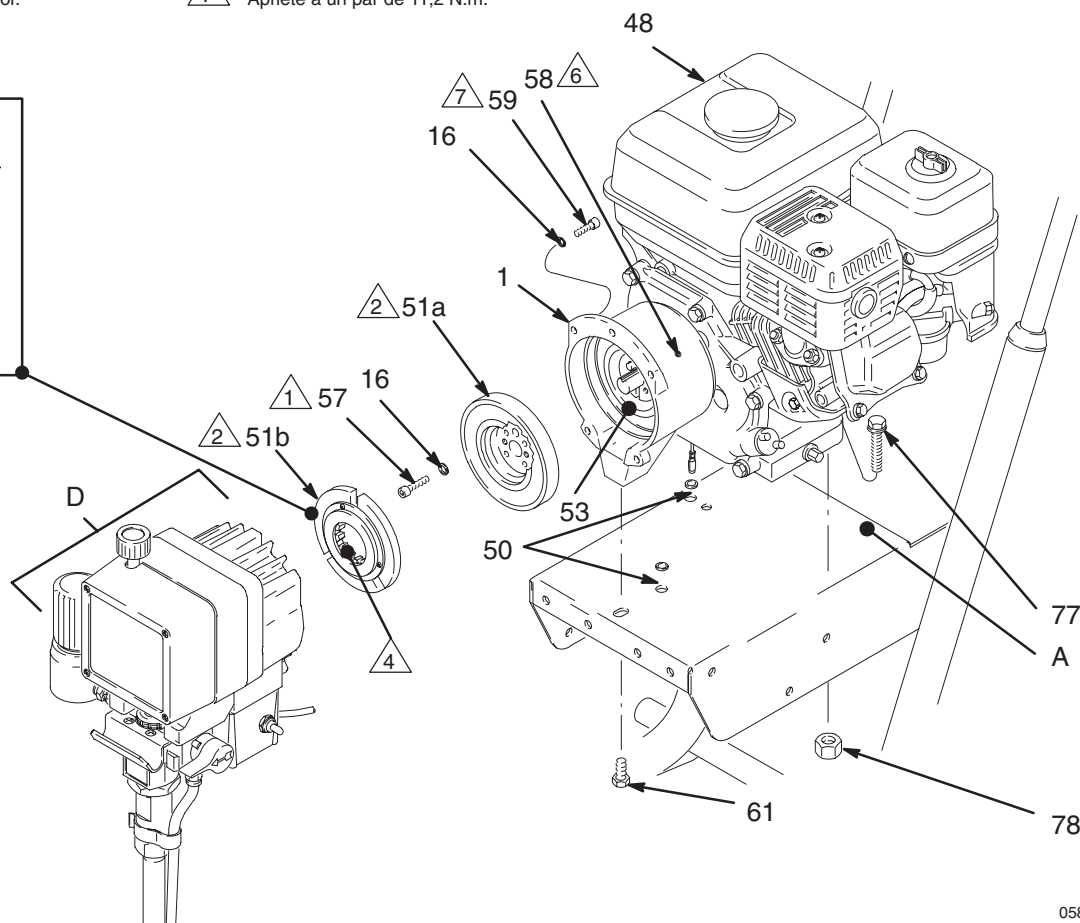

Fig. 23
6. Cerciorarse de que la superficie del **rotor (51a)** y de la abrazadera (55) están exentas de rebabas. Instale el rotor, las arandelas de retención (16) y los tornillos de cabeza (57). Apriete los tornillos a un par de 9,5 N.m. Vea la Fig. 23.
7. Después de instalar el rotor (51a) se debe ajustar la distancia entre el rotor y el inducido (53). Utilice los calzos suministrados con el kit de reparación del embrague. Introduzca los calzos entre el rotor y el inductor. Apriete los tornillos de cabeza (58) opuesta y uniformemente. La resistencia en los cuatro calzos debe ser la misma. Extraiga los calzos. Hale la cuerda de retroceso del motor para comprobar que el motor gira libremente, y que no hay contacto entre el rotor y el inducido. Si hubiera contacto, afloje los tornillos de ajuste y vuelva a colocar el inducido.
8. Limpie la superficie del **inducido (51b)**. Con la superficie plana del inducido dirigida hacia el rotor (51a), deslice el inducido en el cubo (2h) del conjunto impulsor/piñón (D) hasta que el extremo biselado del cubo (2h) sobresalga por el inducido. Vea el **Detalle B** de la Fig. 23. Se notará una resistencia significativa. Sujete el espaciador de cartón, suministrado con el kit del embrague, a la superficie del inducido. Enganche las lengüetas del espaciador en las ranuras del inducido.
9. Sujete el carro a la pared para evitar que se mueva. Empuje el conjunto impulsor/piñón hacia el cárter del embrague (1). Se notará una resistencia significativa. Cuando las superficies de acoplamiento del conjunto impulsor/piñón y del cárter del embrague (1) estén al mismo nivel, retire el conjunto impulsor/piñón. **Retire el espaciador de cartón.**
10. Ensamble **el conjunto impulsor (D)** al cárter del embrague (1), por medio de los tornillos de cabeza (59) y las arandelas de retención (16). Vea la Fig. 23.